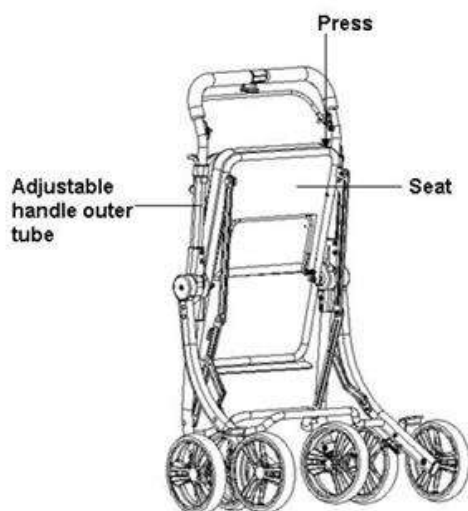

Figure 1
- Mit einer Hand die Sitzplatte nach unten drücken, während die andere Hand das verstellbare Handgriffrohr festhält und nach außen zieht, wie in Abbildung 1 gezeigt, bis der Rollator vollständig geöffnet ist. Wenn ein „Klick“ zu hören ist, bedeutet dies, dass der Rollator korrekt geöffnet wurde.